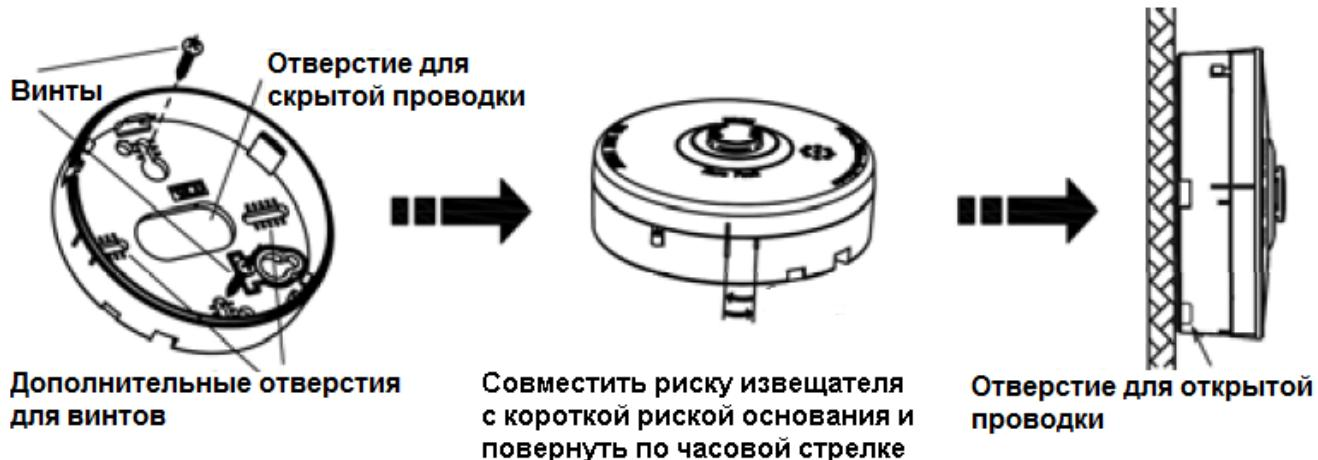

Рисунок 2.2.4.1
3. При установке заподлицо изделие должно быть установлено на стандартную электрическую коробку. Окончательная установка, как показано на рис. 2.2.4.2.